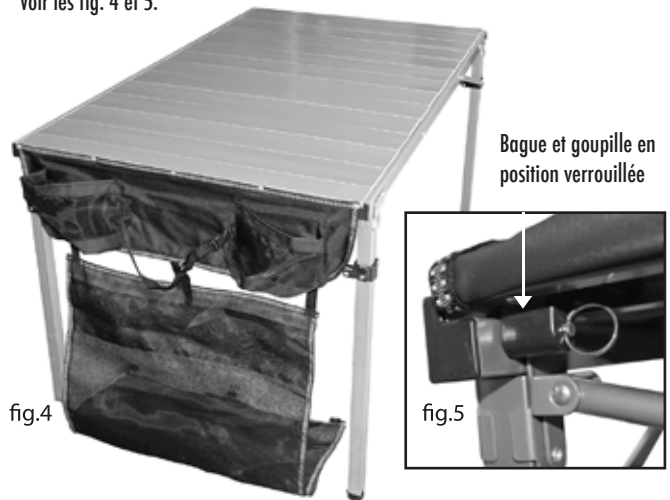

fig.4
4. Turn the frame right side up and lay the aluminum slat top into the channels on the side rails. Secure the slats to the frame with a locking ring/pin at each corner. See. figs. 4 & 5.
4. Retournez le cadre à l'endroit et posez le dessus en planchettes d'aluminium dans les rainures des rails latéraux. Fixez les planchettes au cadre à l'aide d'un ensemble de bague et goupille de verrouillage dans chaque coin. Voir les fig. 4 et 5.